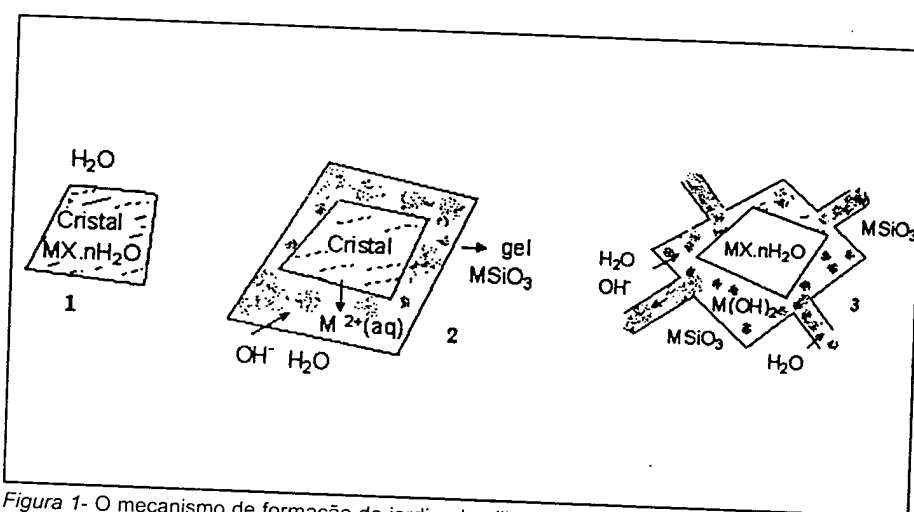

Figura 1- O mecanismo de formação do jardim de sílica.
O mecanismo de formação do jardim encontra-se condensado na Figura 1. Logo que o cristal $\text{MX} \cdot n\text{H}_2\text{O}$ (1) é introduzido na solução, inicia-se a sua dissolução. Segue-se a precipitação do respectivo silicato, $\text{MSiO}_3 \cdot n\text{H}_2\text{O}$ (exemplificado em 2 para um metal divalente) na forma de um gel, que, de imediato, forma um invólucro à volta do cristal. Através desta membrana coloidal semi-permeável inicia-se um fenómeno de osmose: a água e os iões OH^- (o meio é fortemente básico) passam para o interior, numa tentativa de baixar a concentração dos iões metálicos. A presença do cristal, porém, contraria este efeito e a continuação da sua dissolução acarreta um aumento da pressão provocando a ruptura da membrana. O fluido do interior espalha-se através destes canais (3), propagando a formação do gel e levando ao crescimento rápido de formações tubulares que caminham para a superfície livre do líquido, com uma pequena bolha de ar na ponta. A constituição desta